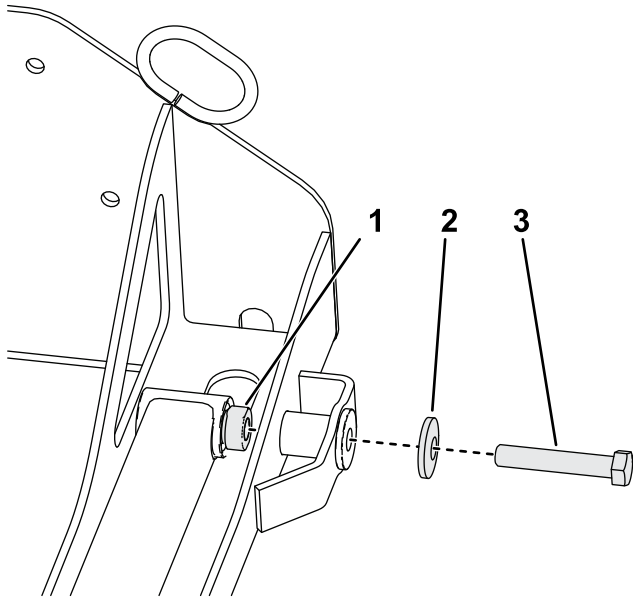

Bild 13
4. Befestigen Sie die Vorderseite der Hubarme mit den beiden Sechskantschrauben und zwei Wellenscheiben, die vom Anbaugerät in **3 Vorbereiten der Zugmaschine (Seite 8)** entfernt wurden, an der Aufnahme, wie in **Bild 13** dargestellt.